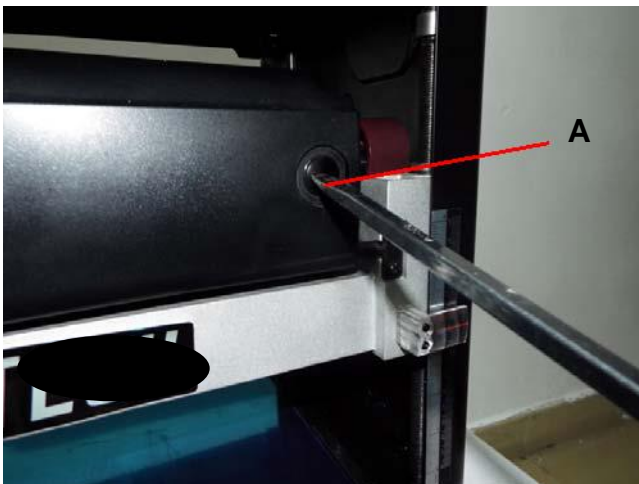

FIG 14
- Retirez les supports-brosse, dont l'un est illustré en (A). L'autre est situé au même endroit à l'arrière de l'ensemble moteur. Le support-brosse peut être retiré à l'aide d'un tournevis plat. VOIR FIG. 14.